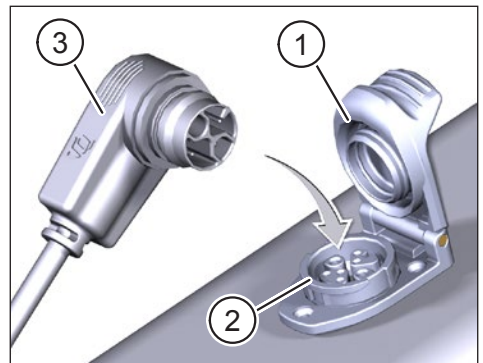

Abb. 2: Service Dongle mit Ladeport verbinden
- ▶ Klappen Sie die Abdeckung (Pos. 1 in Abb. 2) am Ladeport (Pos. 2 in Abb. 2) im Fahrradrahmen auf.
- ▶ Richten Sie den Stecker (Pos. 3 in Abb. 2) des Service Dongle so aus, dass die Steckerkodierungen von Stecker und Ladeport übereinstimmen (siehe Abb. 2).